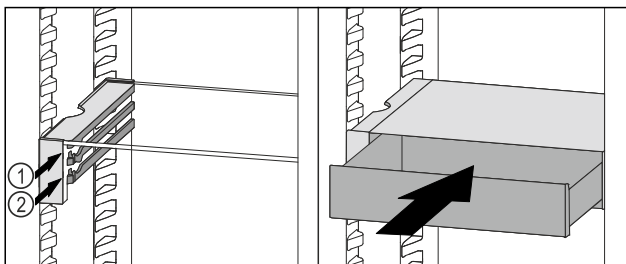

Fig. 121
- ▶ Stavite ladicu VarioSafe ukoso iza zaustavljača na željeni žlijeb Fig. 121 (1) ili Fig. 121 (2).